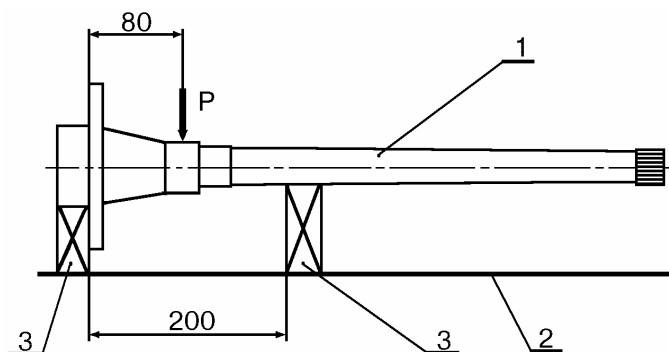

Рис.9. Правка полуоси:
- установить полуось на стол пресса, как показано на рис.9, и произвести правку с периодическим контролем биения, биение полуоси должно быть не более 0,08 мм (пресс гидравлический типа 2135-ИМ ГАРО, прибор ПБ-1400, штатив ШМ-ПВ-8 ГОСТ 10197, индикатор ИЧ-10 ГОСТ 577).